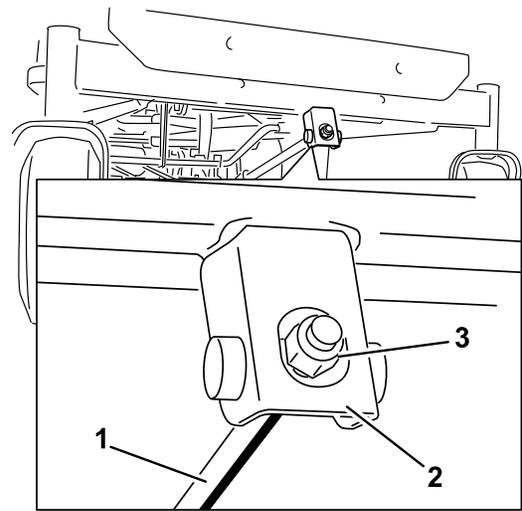

Figure 65
- Pour régler l'inclinaison avant/arrière des lames, tournez l'écrou de réglage à l'avant du tablier de coupe (Figure 65).